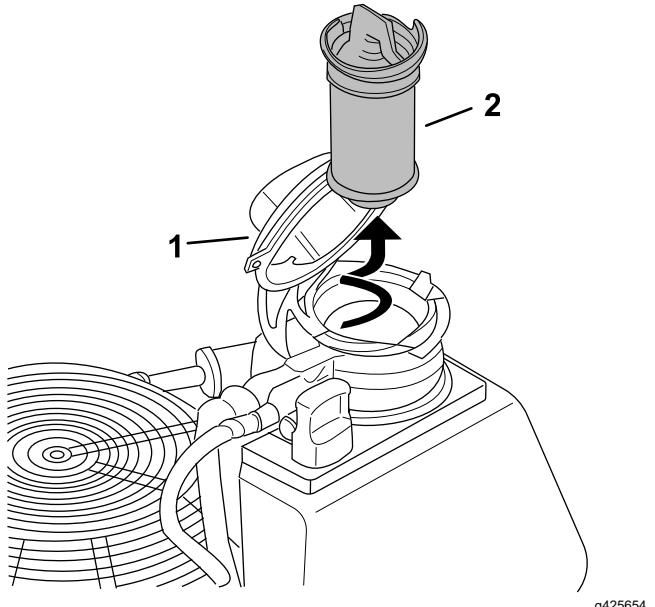

Figura 41
9. Retire el filtro de aceite del motor (Figura 41).